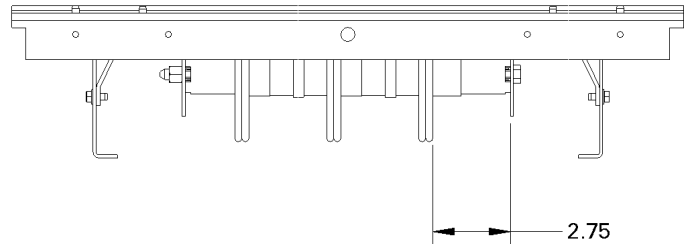

Figure 3. Vue du haut d'un intérieur à boulonnage.
- Assemblages enfichables pour boulonnage et barre omnibus simple, de panneaux de tableaux de contrôle et panneaux électriques. Repérer avant l'installation le côté de l'intérieur du panneau auquel la dimension de la face de barre omnibus verticale la plus rapprochée à la face intérieure du rail de support de barre omnibus est de 2.75 pouces, tel qu'indiqué à la Figure 3. Les bornes de câble seront montées sur ce côté de la barre omnibus.